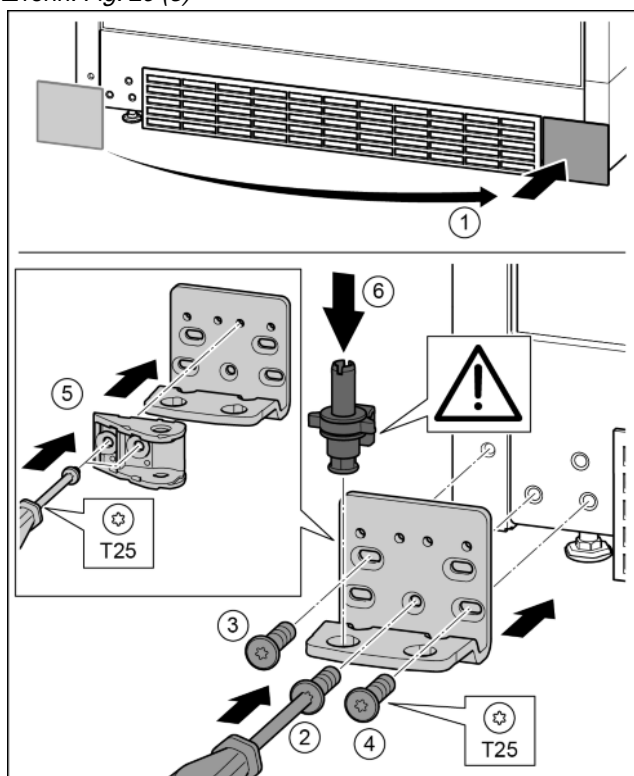

Fig. 30
- ▶ Снять крышку и поставить с другой стороны. *Fig. 30 (1)*
- ▶ Установить опорный кронштейн с другой стороны и прикрутить с помощью отвертки T25. Начинать с винта 2 в центре. *Fig. 30 (2)*
- ▶ Затянуть винты 3 и 4. *Fig. 30 (3, 4)*
- ▶ Повернуть соединительный элемент амортизатора закрывания дверей на 180°. Прикрутить с другой стороны опорного кронштейна с помощью отвертки T25. *Fig. 30 (5)*
- ▶ Снова установить опорный палец в сборе. При этом следить за тем, чтобы выступ фиксатора был направлен назад. *Fig. 30 (6)*